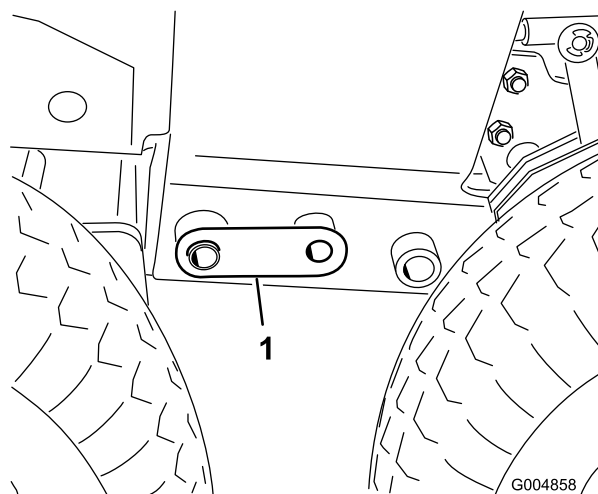

Figure 49
9. Placez le cric devant les trous de 25 mm (1 po) du cadre et insérez une goupille d'accouplement de chaque côté (Figure 49).